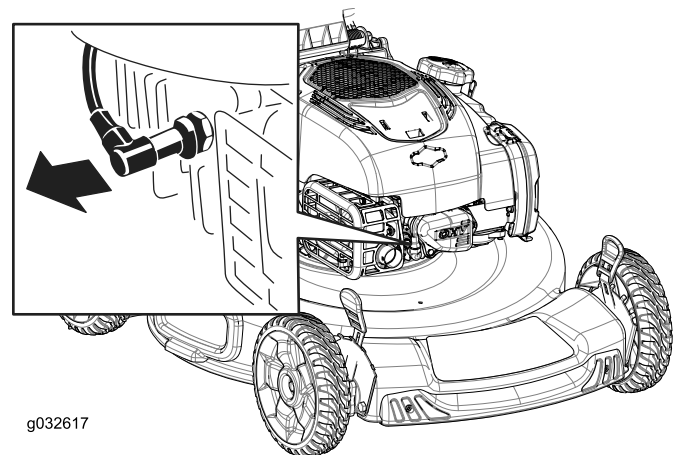

Figura 20
2. Desconecte el cable de la bujía (Figura 20).